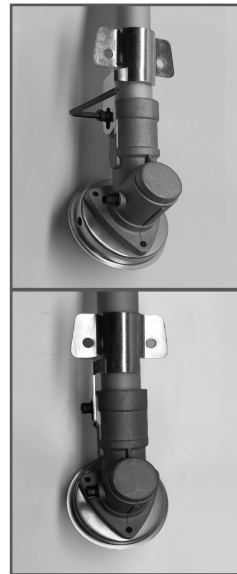

Рис. 2 Установка кронштейна защитного кожуха
1. Установите кронштейн защитного кожуха так, как это показано на Рис. 2: